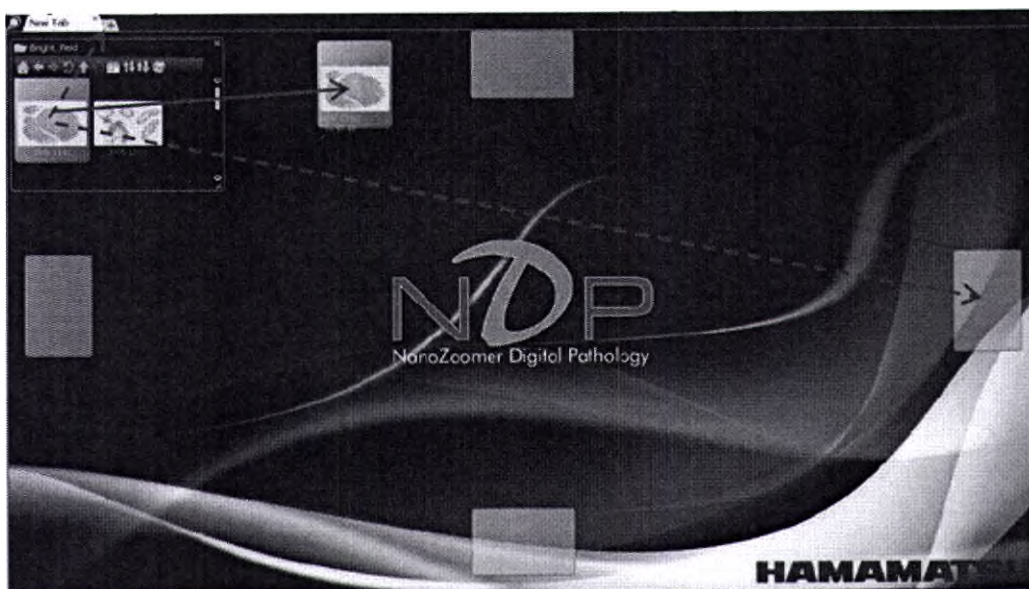

Рисунок 38
- Перетащить слайд с помощью мыши из окна браузера (Рисунок 38).